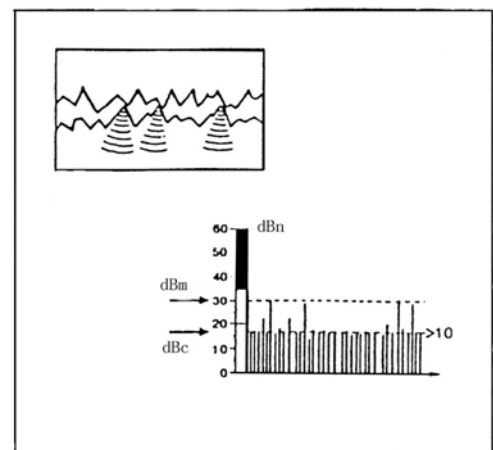

图 13
(2) 早期损伤轴承模式 (图 13)
dBm 值在 20 至 35dB 区间内 (黄区) 和 dBC 中等程度的增长是轴承表面小的损伤的信号, 此时应对轴承更频繁地测量, 以确定它们的状态是否稳定或正在恶化。(图 13)